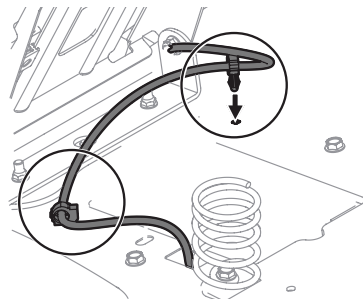

Figura 3
5. Usando la traba del arnés unida al arnés, asegure el exceso de cable al guardabarros colocando las trabas del arnés en su lugar (Figura 3).